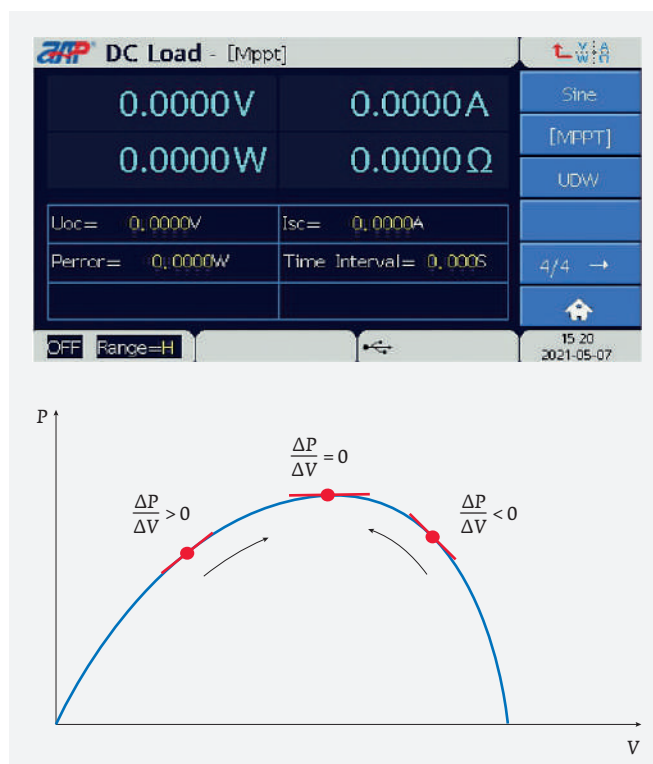

Рис. 20. Режим отслеживания максимальной мощности солнечной панели
**Режим отслеживания максимальной мощности солнечной панели (MPPT mode).** Режим нагрузки, предназначенный для отслеживания максимальной мощности солнечной панели (Maximum Power Point Tracking). В процессе работы пользователем задаются такие параметры, как напряжение, ток, мощность солнечной панели, временной интервал (рис. 20).